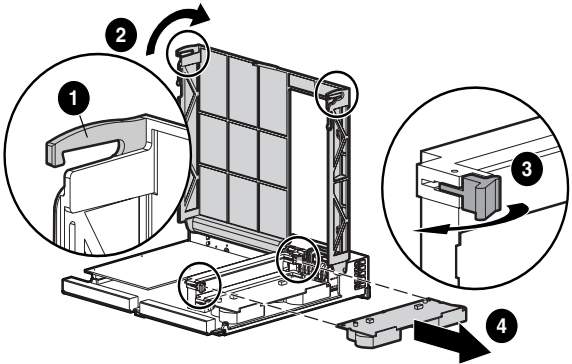

Figure 3 : Retrait du module de mémoire cache
**Remarque :** le contrôleur de la Figure 3 a subi une rotation afin de rendre visibles ses côtés latéral et arrière.
1. Localisez les agrafes qui maintiennent le couvercle du contrôleur ❶ à l'arrière et sur les côtés gauche et droit du module, tout en maintenant le contrôleur à la verticale, avec la poignée du loquet face à vous.
2. Débloquez les agrafes qui maintiennent le couvercle du contrôleur ❶ à l'arrière et soulevez le couvercle ❷. Reportez-vous à la Figure 3.
3. Débloquez en même temps les agrafes qui maintiennent la mémoire cache du contrôleur en place ❸.
4. Retirez avec soin le module de mémoire cache de la carte du contrôleur ❹.